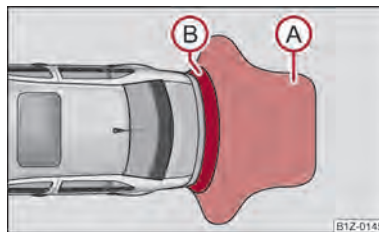
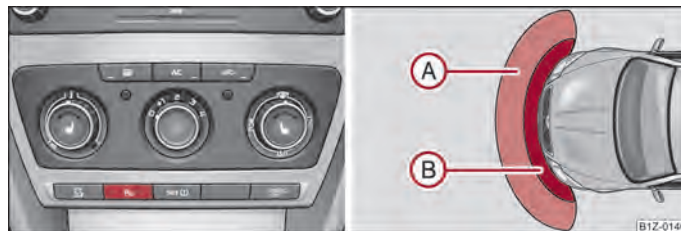

Fig. 102 Aparcamiento asistido: Zona de detección de los sensores traseros
Fig. 103 Activación del aparcamiento asistido/zona de detección de los sensores delanteros
La advertencia sobre la distancia comienza cuando la distancia hasta el obstáculo es de aprox. 160 cm (zona A ⇒ fig. 102). Al reducirse la distancia, se acorta el intervalo de la señal acústica emitida.
La advertencia sobre la distancia comienza a una distancia de unos 120 cm al obstáculo delante del vehículo (zona A ⇒ fig. 103) y unos 160 cm al obstáculo detrás del vehículo (zona B ⇒ fig. 102). Al reducirse la distancia, se acorta el intervalo de la señal acústica emitida.
El aparcamiento asistido se activa, estando conectado el encendido, acoplado la **marcha atrás** o pulsando la tecla $\Rightarrow$ fig. 103 - lado izquierdo, en la tecla se enciende el símbolo P_{A} . La activación se confirma al emitirse un breve sonido.
El aparcamiento asistido se desactiva pulsando la tecla P_{A} $\Rightarrow$ fig. 103 - lado izquierdo, o yendo a una velocidad superior a 10 km/h - el símbolo P_{A} en la tecla se apaga.
- Si tras la activación del sistema se emite un sonido de aviso durante 3 segundos y en la proximidad del vehículo no se encuentra obstáculo alguno, existirá una avería del sistema. La avería se señala adicionalmente mediante el parpadeo del símbolo P_{A} en la tecla $\Rightarrow$ fig. 103 - lado izquierdo. Acuda a un servicio oficial para que solucione la avería.